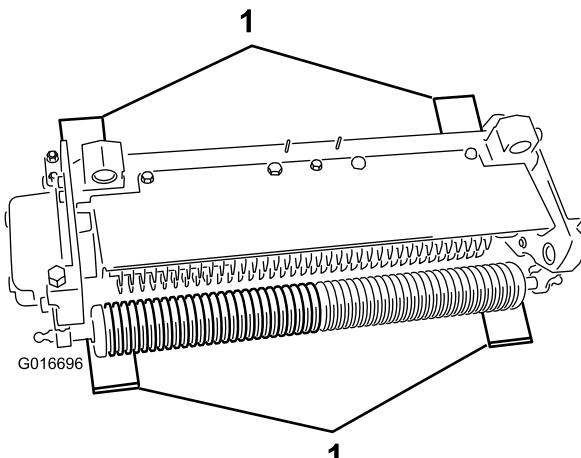

Figure 9
2. Placez 4 gabarits, réglés à la profondeur de pénétration des lames au-dessous du sol correcte, sous le rouleau avant et le rouleau arrière du défeutreur (Figure 9).